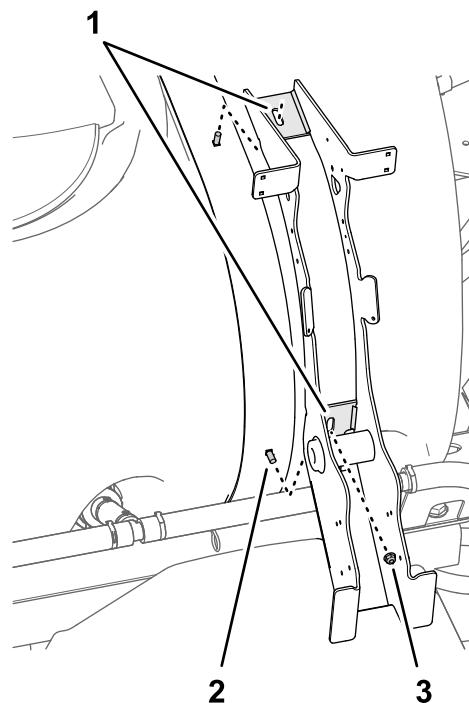

Figura 14
2. Alinee las ranuras del soporte del eyector con los 2 pernos de cuello cuadrado inferiores del fleje trasero del depósito, según se muestra en Figura 14.
3. Monte provisionalmente la contratuerca con arandela prensada (5/16") en el perno de cuello cuadrado inferior (Figura 14).